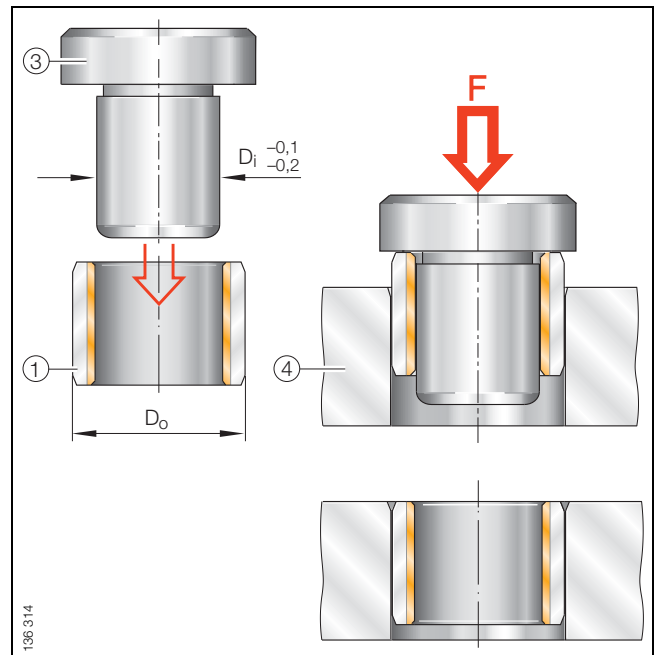

Figura 22 · Montaje a prensa, enrasado, $D_o \leq 55$ mm
- Montaje a prensa, enrasado, con punzón, sin anillo auxiliar según figura 22